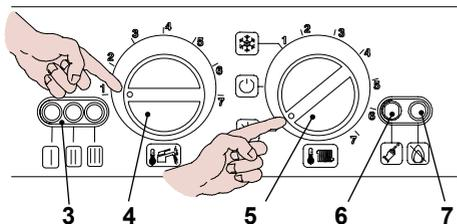
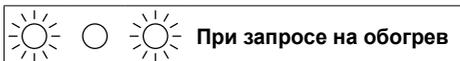

рис. 9.8
рис. 9.10
- Подайте электрическое питание на бойлер с помощью двухполюсного выключателя; сигнальная лампа 3 в рис. 9.8 будет мигать с интервалом в 4 секунды.
- Поверните переключатель 5 Поверните переключатель рис. 9.8 ; сигнальная лампа 3 будет мигать с интервалом в 2 секунды.
- Удерживайте нажатой кнопку перезагрузки 6 в рис. 9.8 в течение 10 секунд, лампа блокировки 7 в рис. 9.8 начнет мигать.
- Чтобы настроить функцию трубочиста, сигнальные лампы 3 в рис. 9.8 должны выглядеть, как в рис. 9.9 (перечень сигнальных ламп на стр. 38)
- Опять нажимайте кнопку перезагрузки 6 в рис. 9.8 в течение 5 секунд, лампа блокировки 7 в рис. 9.8 выключится, сигнальные лампы 3 в рис. 9.8 будут мигать в режиме запроса на обогрев рис. 9.10